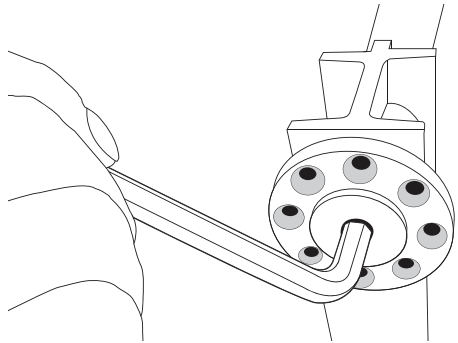

FIGURE 7
2. Resserrer les deux plaques d'ajustement d'un ou deux trous (Fig. 7).